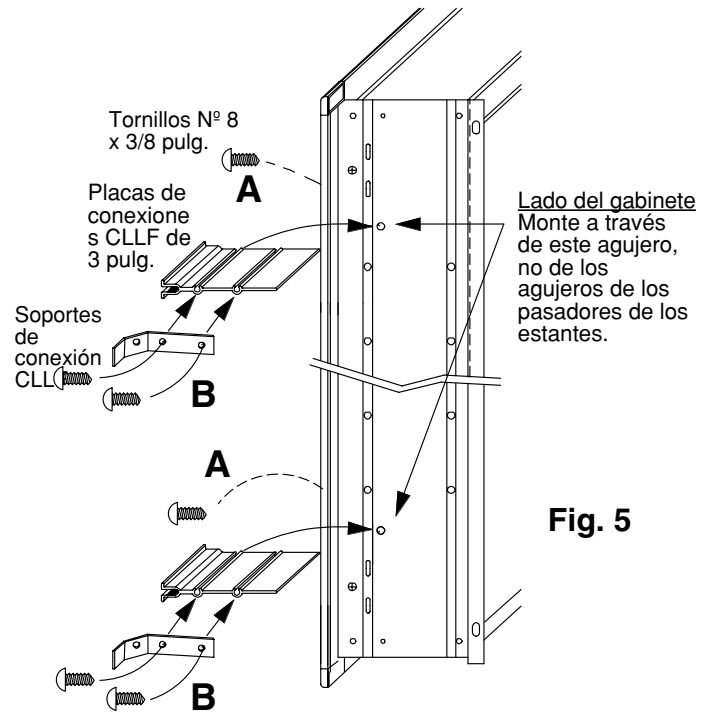

Fig. 5
2. Instale las dos placas de conexiones de 3 pulg. de ancho al gabinete, como se muestra en el elemento A de la Fig. 5
3. Instale los 2 soportes de conexión CLLF como se muestra en el elemento B de la Fig. 5